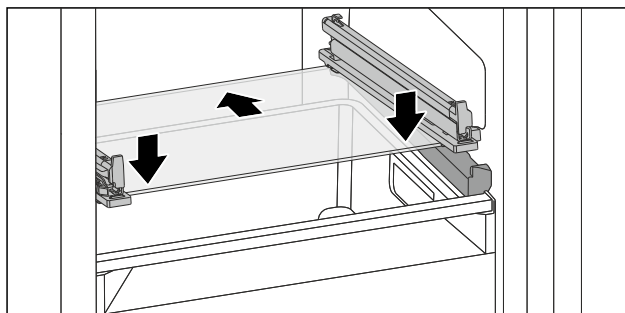

Fig. 140 Steklina plošča nagibnega predala
- Steklenu ploščo postavite v poševnem položaju za zaustavljalniki. (glejte Fig. 140)